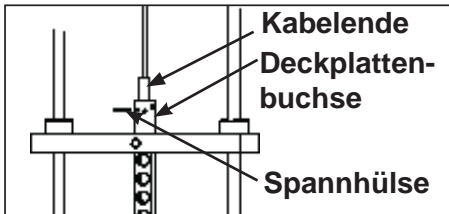

Abb. 3
- H. Entfernen Sie mit Hilfe eines 3/16 Zoll-Splintentreibers sorgfältig die Spannhülse, die das Kabel mit der Deckplattenbuchse verbindet. (Abb. 3)